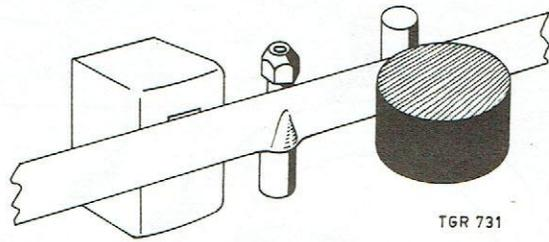

Fig. 17
- Serrer la vis A si loin que la bande soit déformée le long du côté inférieur du guide de bande, voir la figure 17.